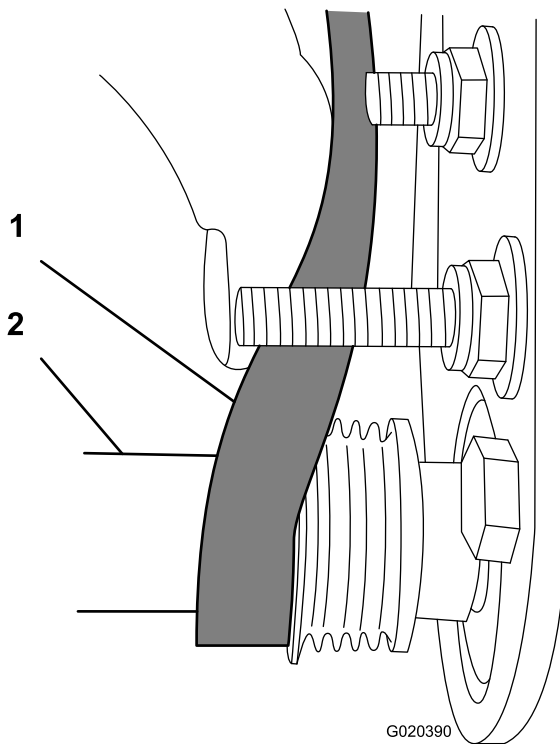

Figura 26
- C. Utilizzate una chiave a tubo di profondità (9/16") per ruotare il gruppo spazzola e guidare la cinghia sulla puleggia condotta (Figura 26).